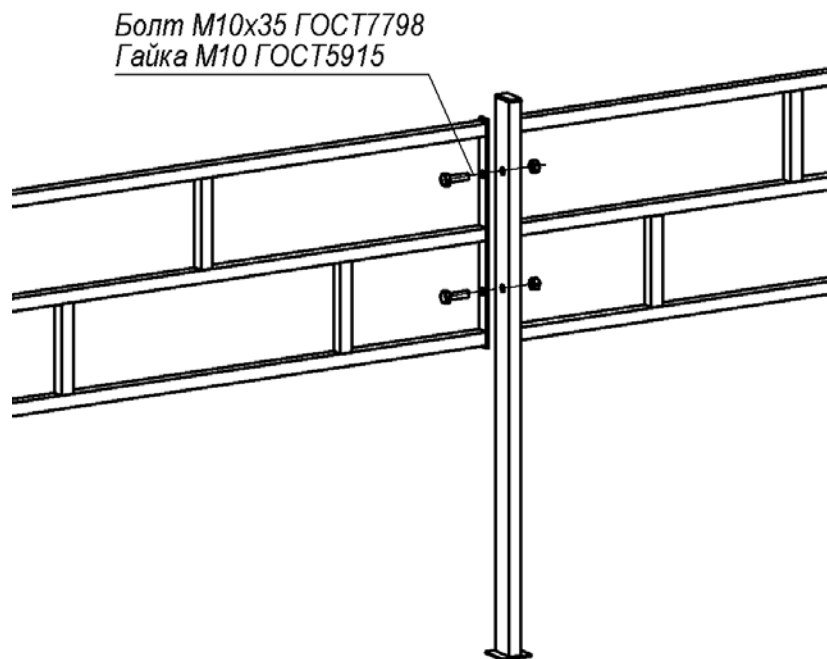
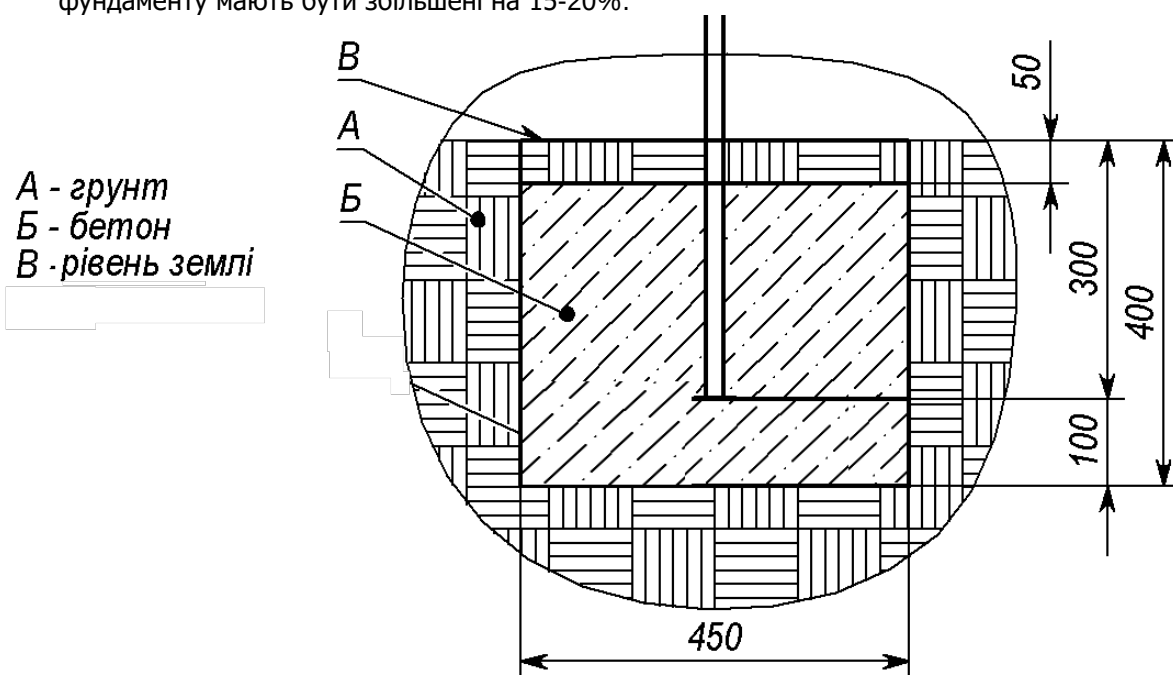
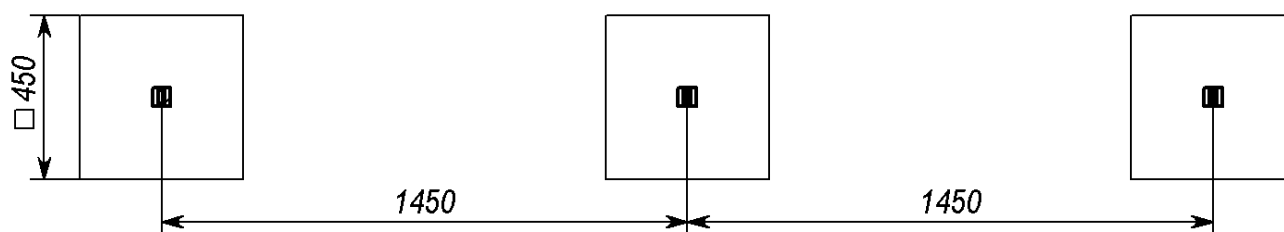

Рис. 2
Рис. 3
Рис.4
- 1) Зібрати та встановити виріб, як показано на рис.2, рис.3 та рис. 4.